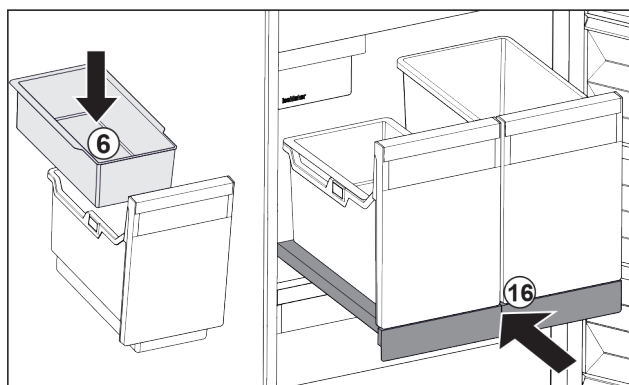

Fig. 125
- ▶ Vsaďte závěsnou misku *Fig. 125 (6)* pro kostky ledu.
- ▶ Zasuňte vysouvací přihrádku s nádobou (IceTower). *Fig. 125 (16)*